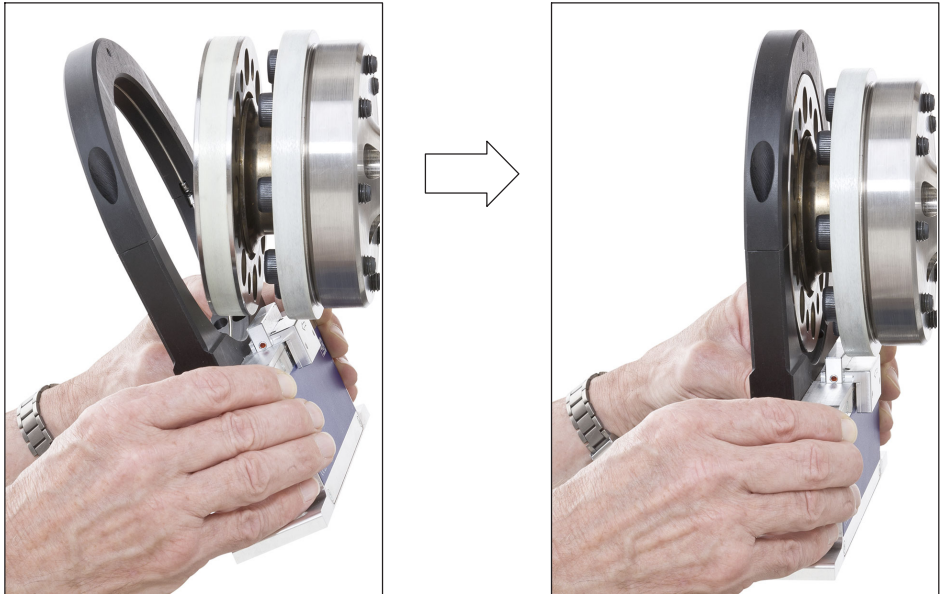

Abb. 5.5 Ausrichten des Rotors mit dem Stator (mit Referenzimpuls-Sensor)
- ▶ Halten Sie den Stator leicht schräg (siehe Abb. 5.5 links), sodass sich der Bügel mit dem Sensorkopf für den Referenzimpuls (Null-Index) zwischen den beiden Flanschen befindet. Kippen Sie nun den Stator so weit über den Rotor, bis der Antennenring den Flansch mit der Übertragerwicklung vollständig überdeckt (siehe Abb. 5.5 rechts).